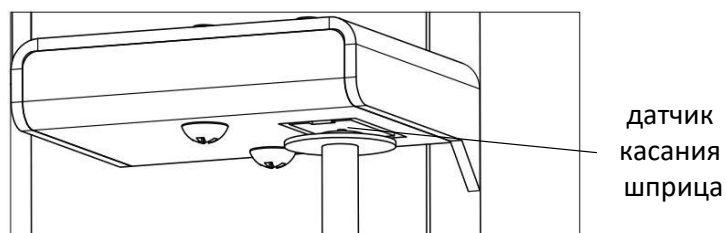

Рисунок 1 – Датчик касания шприца
- 6) проверить функционирование элементов установки: проверить срабатывание клапанов, движение привода дозатора вверх и вниз, остановка привода во время движения вниз при лёгком нажатии (около 20 г) на тензодатчик (см. рисунок 1, страница 5), включение / выключение нагревателей печи и дозатора: после включения нагревателя в течение 1 минуты показания соответствующего датчика температуры должны начать изменяться в сторону уставки.